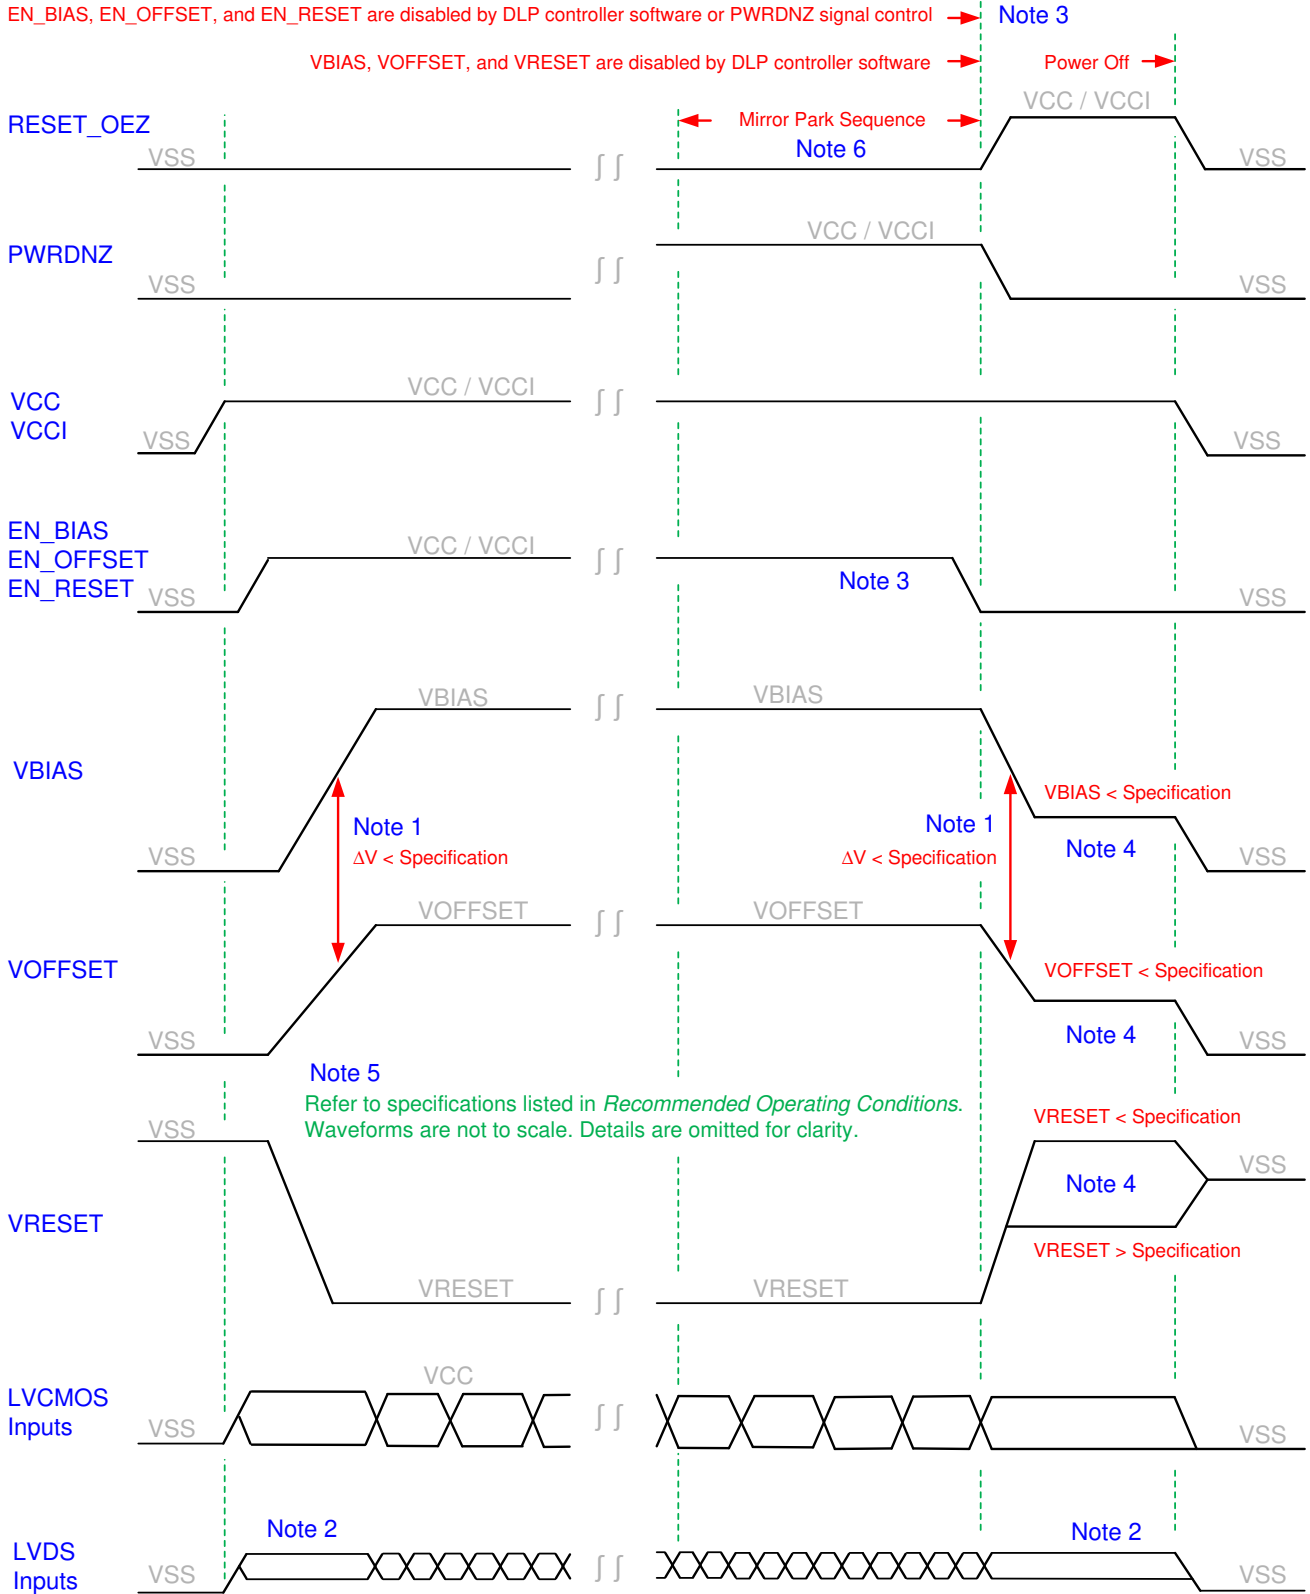

图 9-1. DMD 电源时序要求
为了确保 DMD 可靠运行，必须遵循以下电源时序要求。如果不遵循规定的上电和下电程序，则可能会影响器件的可靠性。在上电和下电操作期间必须协调 VCC、VCCI、VOFFSET、VBIAS 和 VRESET 电源。还必须连接 VSS。如果未满足以下任何要求，则会导致 DMD 的可靠性和寿命显著降低。请参见图 9-1。
- 断电期间的电源压摆率非常灵活，前提是瞬态电压电平符合 绝对最大额定值、建议运行条件 和图 9-1 中列出的要求。